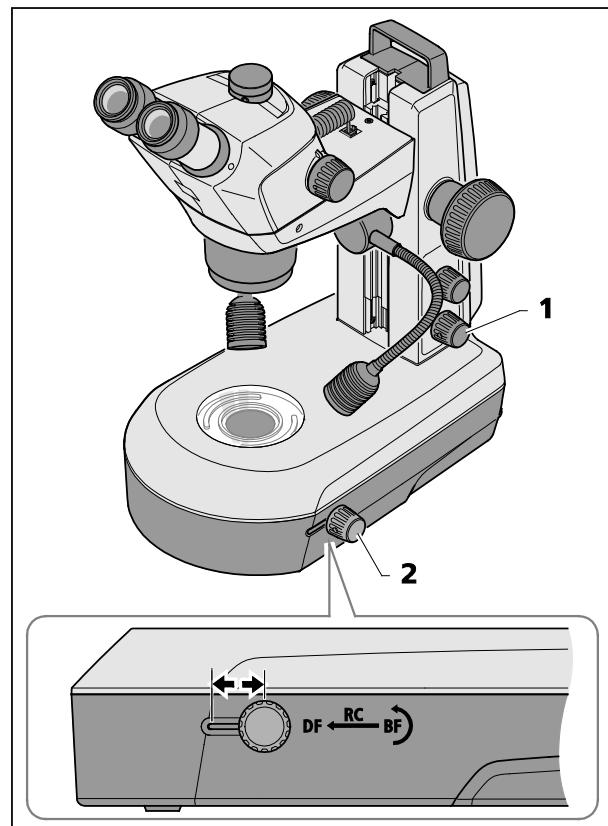

Fig. 26 Unidade de luz transmitida no estativo K LAB
- Ligar a luz transmitida, apertando o botão rotativo inferior (Fig. 26/1).
- Ajustar o campo claro (BF), empurrando o botão rotativo / corrediço (Fig. 26/2) na posição posterior.
- Mover para dentro o espelho claro ou difuso ou ajustar o ângulo de inclinação, girando o botão rotativo/corrediço (Fig. 26/2).
- Passa-se à iluminação de campo escuro (DF), deslizando o botão rotativo / corrediço (Fig. 26/2) na posição dianteira.
→ Deslocando o botão rotativo / corrediço (Fig. 26/2) a uma posição central e basculando o espelho, são produzidos efeitos de iluminação oblíqua (RC), muito bem apropriados para a visualização de estruturas de objetos não tingidos.